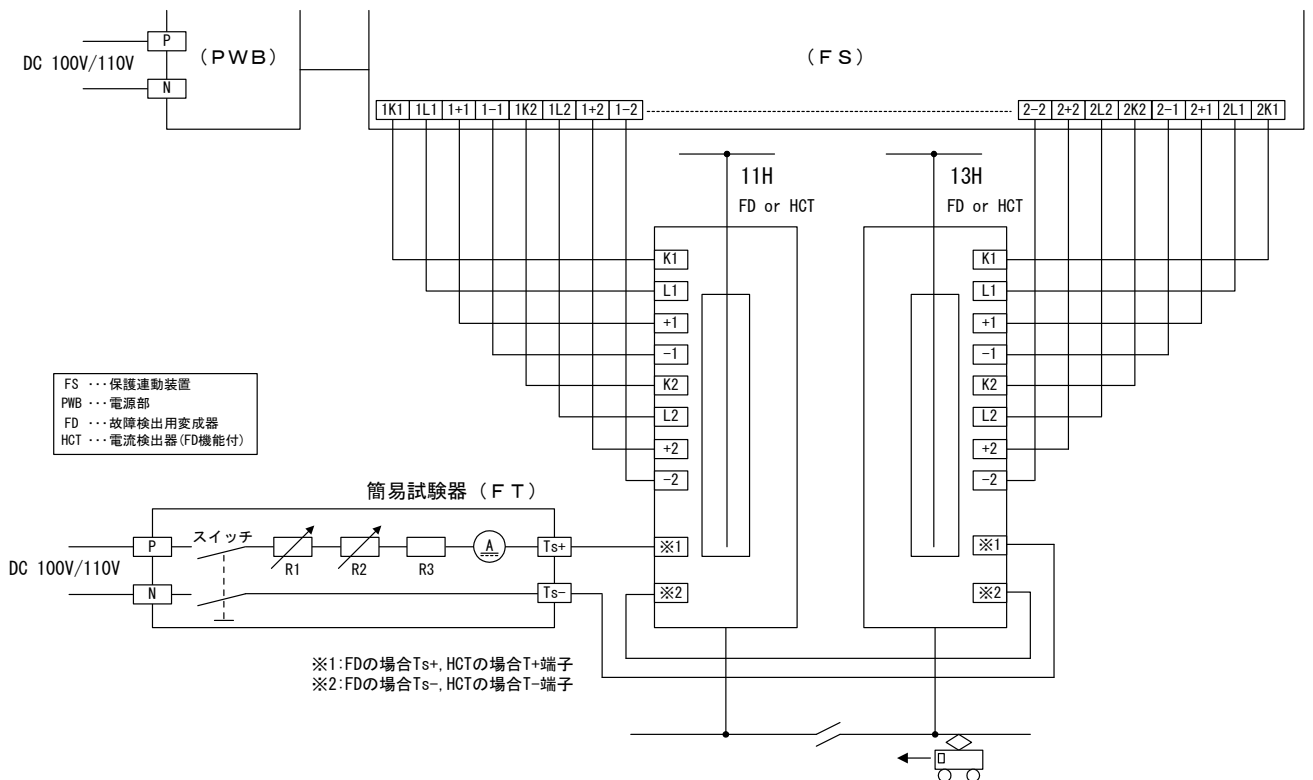

図 35. セクション補償試験回路
- ② 簡易試験器 (FT) のスイッチを投入し、可変抵抗器 R1, R2 を操作して試験コイルに流す電流を 2.2A (一次電流約 2200A に相当) に調整して下さい。
- ③ 2.2A の電流を約 2 秒間通電後にスイッチを切り、そのとき装置が動作しないことを確認して下さい。装置の回生失効時の不要動作防止機能が正常な場合、装置は動作しません。
- ① 図 35 のように装置を接続して下さい (セクション補償用 FD または HCT の試験端子の極性を逆に接続することに注意)
- ② 「a. の等価試験の試験方法」に準じて動作試験を行って下さい。この場合の動作値は、a. の試験結果の約 2 倍の電流値であれば装置は正常です。なおセクション補償率は、次の計算によって求めます。